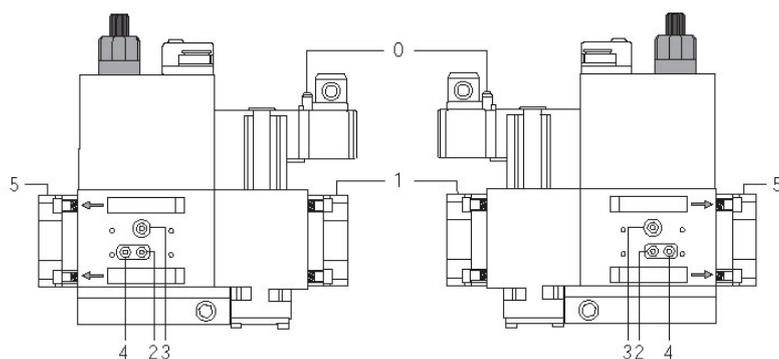
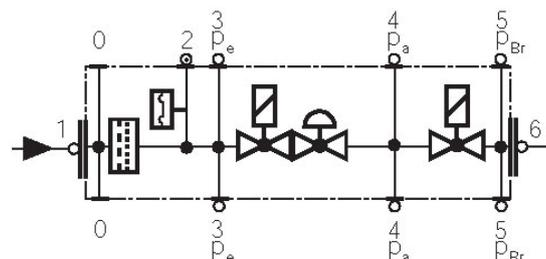

Fig. 41
Fig. 42
- Pulire o sostituire il filtro se la differenza di pressione fra i punti 1 e 2 (Fig. 41-Fig. 42)  $\Delta p > 10$  mbar.